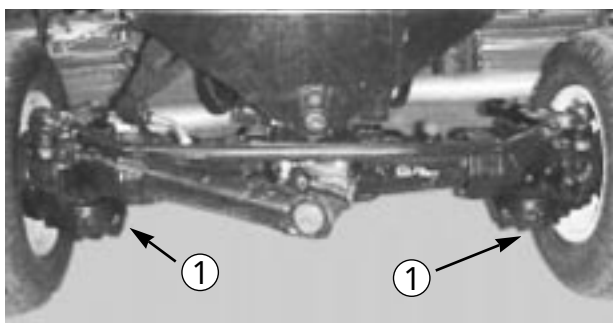

図 67
2. トランスミッション（図67）の下のサクション・ライン付近をきれいに拭き、下に容器を置く。
2. ドレンプラグ(図67)の周辺をきれいに拭く。